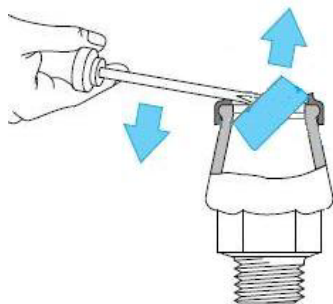

Figura 6
1. Rimuovere con attenzione l'anello di bloccaggio (v. figura 6, non rovinare il rivestimento epossidico)